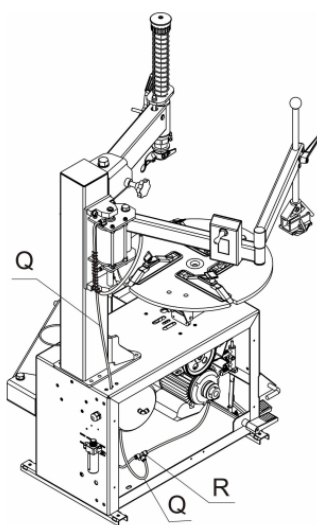

Abb.7
- Wie in Abb.7 dargestellt, entfernen Sie die Seitenabdeckung, führen Sie den Luftschlauch O des Arms in den Rahmen ein und verbinden Sie ihn mit R (falls R nicht installiert ist, finden Sie es zusammen mit dem Arm in der Box).